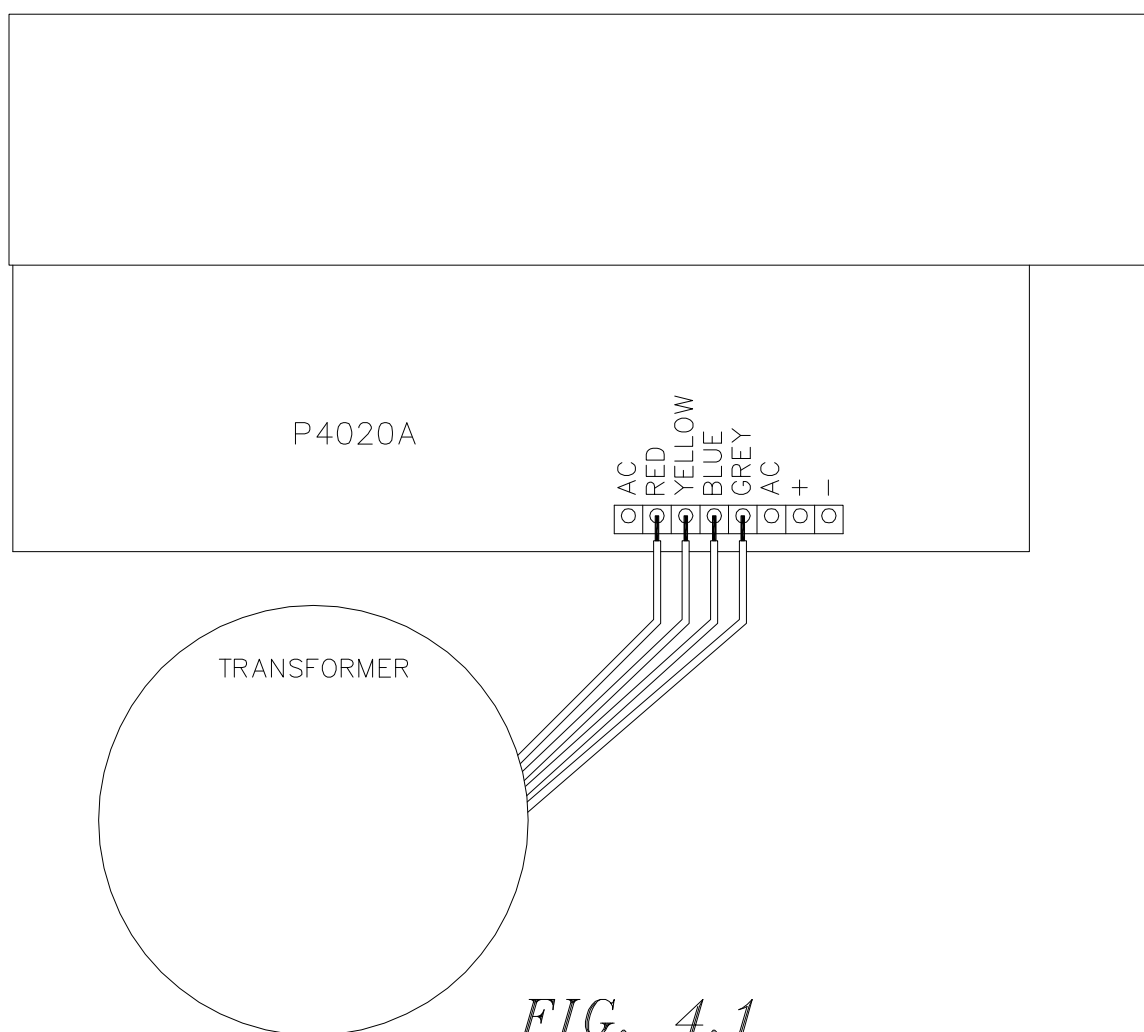

FIG. 4.1
3) Bedrahtung der Stromversorgung der Verstärker (Abb. 4.1):